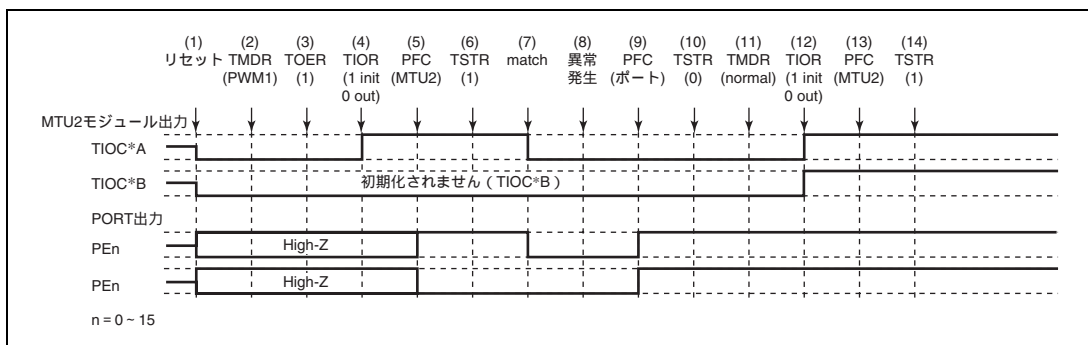

図 11.145 PWM モード 1 で異常が発生し、ノーマルモードで復帰する場合
PWM モード 1 で異常が発生し、再設定後ノーマルモードで再スタートする場合の説明図を図 11.145 に示します。
(1) ~ (10) は図 11.145 と共通です。
(11) PWM モード 1 で再スタートする場合には必要ありません。
(12) TIOR で端子を初期化してください (PWM モード 1 では TIOC*B 側は初期化されません)。
(13) PFC で MTU2 出力としてください。
(14) TSTR で再スタートします。
(11) PWM モード 2 を設定します。
(12) TIOR で端子を初期化してください (PWM モード 2 では周期レジスタの端子は初期化されません)。
- (1) ~ (10) は図 11.145 と共通です。
- (11) 位相計数モードを設定します。
- (12) TIOR で端子を初期化してください。
- (13) PFC で MTU2 出力としてください。
- (14) TSTR で再スタートします。
(11) 波形生成部の初期化のためノーマルモードを設定してください。
(12) TIOR で PWM モード 1 の波形生成部を初期化してください。
(13) TIOR で PWM モード 1 の波形生成部の動作を禁止してください
(14) TOER でチャンネル 3、4 の出力を禁止してください。
(15) TOCR で相補 PWM の出力レベルと周期出力の許可禁止を選択してください。
(16) 相補 PWM を設定します。
(17) TOER でチャンネル 3、4 の出力を許可してください。
(18) PFC で MTU2 出力としてください。
(19) TSTR で再スタートします。